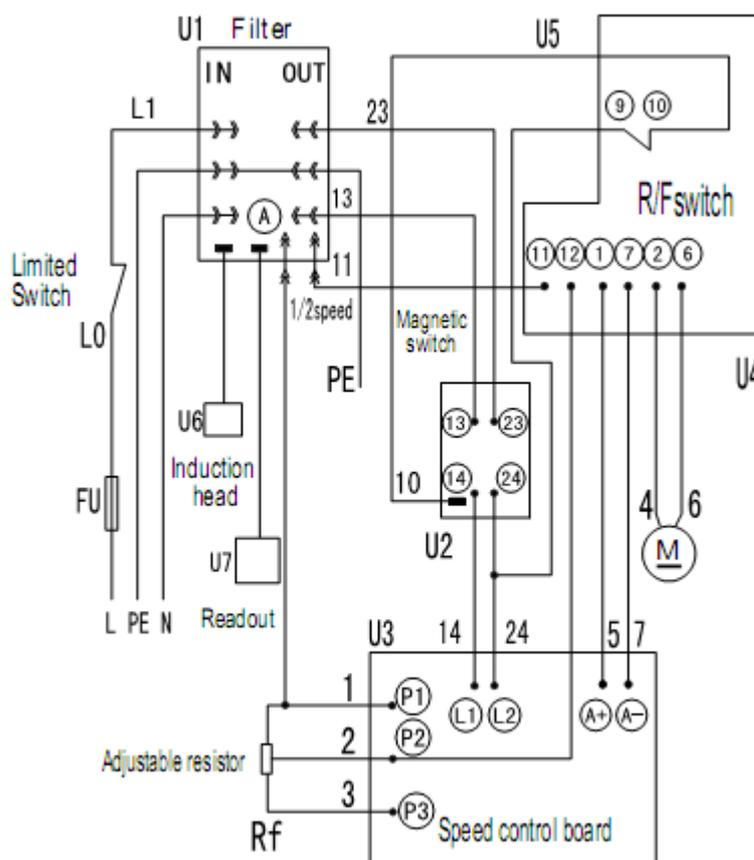

Рисунок 32
Перед подключением станка с сети, убедитесь, что характеристики электросети соответствуют характеристикам станка. Используйте электросхему (рисунок 32) для подключения станка к источнику питания.
Ниже приводится электросхема станка (рисунок 32):
- Убедитесь, что правильно подсоединена линия питания (L-N, рисунок 32). Неправильное или некачественное соединение может вывести из строя электроэлементы, что лишит вас гарантии на станок. Признаки неправильного или некачественного соединения: двигатель быстро перегревается (за 3-4 минуты), шумит при работе; не набирает мощность.